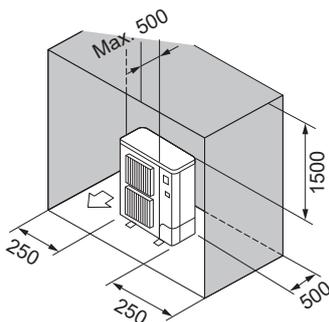

Fig. 2-8
- ⑥ Obstacles uniquement à l'arrière, sur les côtés et au-dessus (Fig. 2-8)
- ⑦ Obstacles uniquement à l'arrière, sur les côtés et au-dessus (Fig. 2-8)